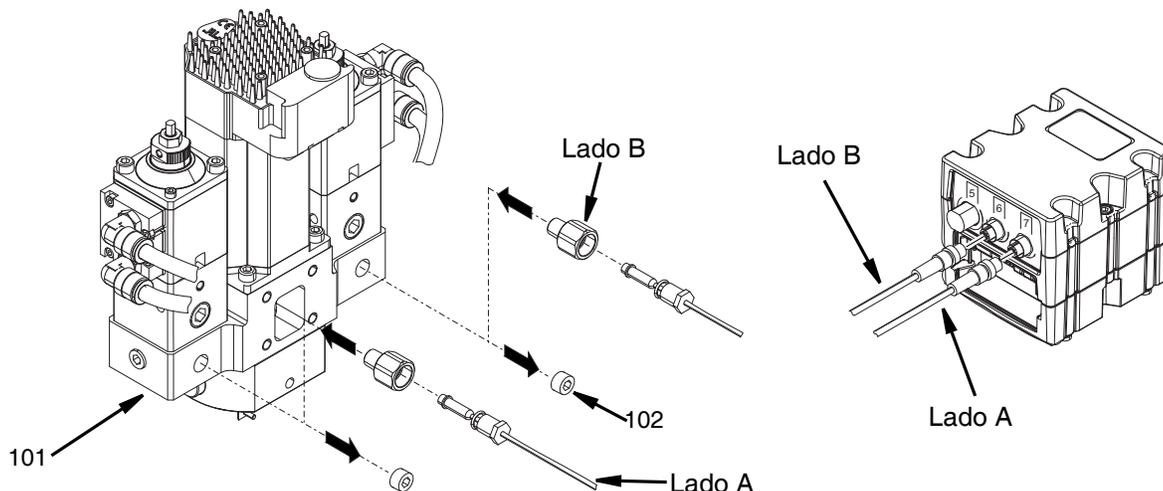

FIG. 40
2. Retire 2 tapones (102) de la carcasa de la base (101).
7. Conecte el transductor de presión del lado B en el puerto 6 del módulo de cubo GCA. Ver FIG. 40.